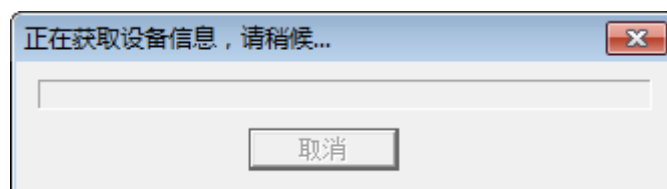

图 7.4 获取配置数据对话框
4. 双击设备列表中的设备项；或选定设备项后，单击工具栏中的  按钮或属性栏中的  按钮，出现如图 7.4 所示“获取设备信息”对话框。